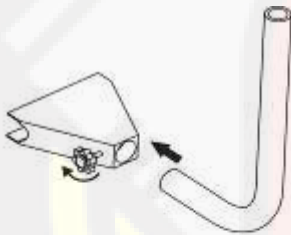

Рис.4
2.2.2.7 Привести пробозаборник в рабочее состояние (рис.4).